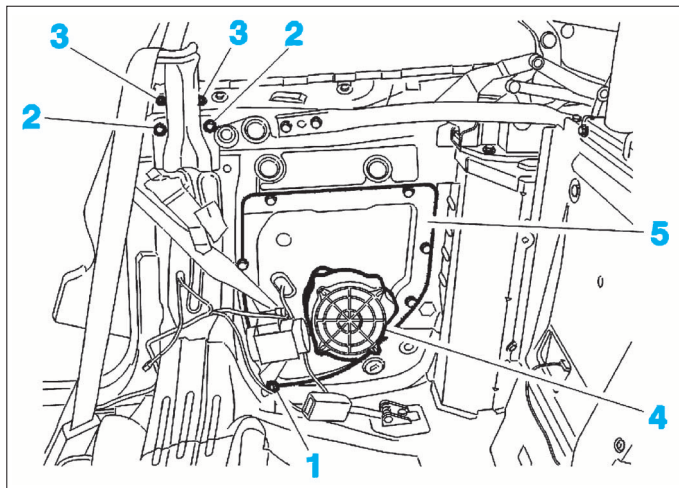
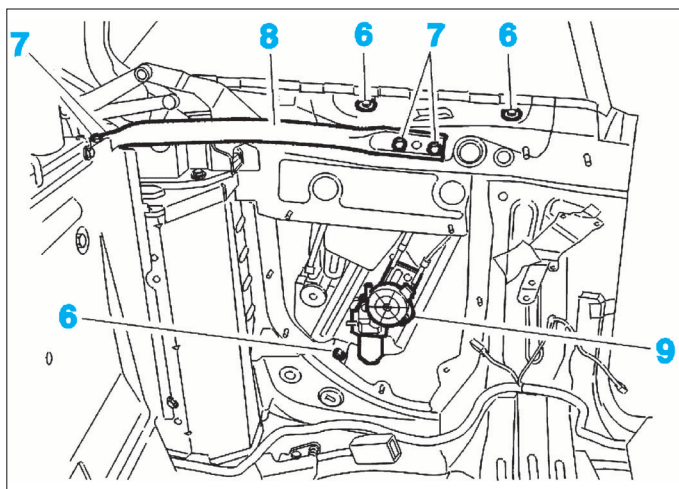
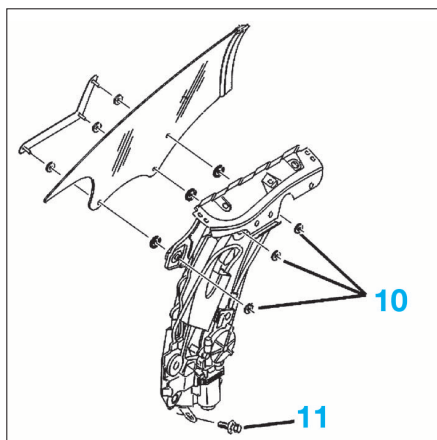

FIG. 56
FIG. 57
FIG. 58
- la vis de fixation (1) de la ceinture de sécurité avant (Fig.56)
- les vis de fixation (2) de la partie avant du guide de sangle de ceinture de sécurité
- les vis de fixation (3) de la partie arrière du guide de sangle de ceinture de sécurité
- le haut-parleur de custode (4)
- panneau d'étanchéité (5).
- les fixations (6) de l'ensemble moteur lève-vitre (Fig.57)
- les vis de fixations en (7) du renfort (8)
- le renfort (8).
- Dégager et déposer l'ensemble lève-vitres (9).
- Déposer les vis de fixation (10) du mécanisme de lève-vitre (Fig. 58).
- Régler la position vers l'avant, l'arrière, le haut ou le bas en agissant sur les vis (10) (Fig.58).
- Agir sur la vis (11) pour la régler vers l'intérieur ou l'extérieur (Fig.58).